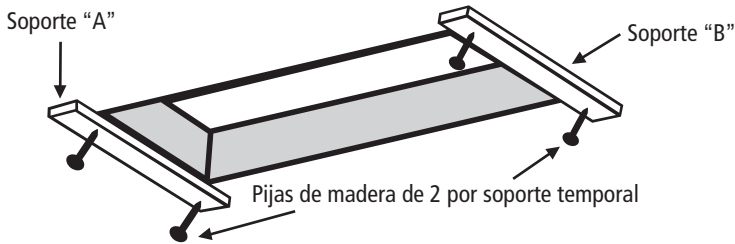
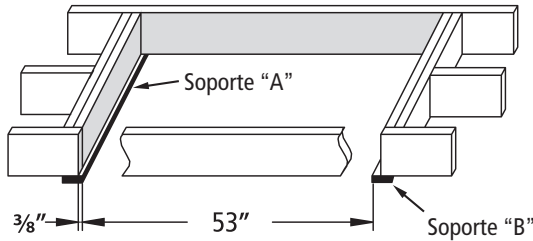

FIGURA 4
FIGURA 5: Vista desde arriba
- A. Añada soportes temporales “A” y “B” con pijas de 2 ½” como se muestra en la Figura 4. El soporte “A” debe estar situado en el extremo, donde se ubica la bisagra de la puerta de la escalera. El borde del soporte “A” deberá extenderse  $\frac{3}{8}$ ” dentro de la abertura como se muestra en la Figura 5. Asegúrese de que ambas pijas penetren el cabezal por encima del techo.
- B. Mida desde el borde interior del soporte “A”, posicione y asegure el borde interior del soporte “B” a 53” (Figura 5). Asegúrese de que ambas pijas penetren el cabezal por encima del techo.